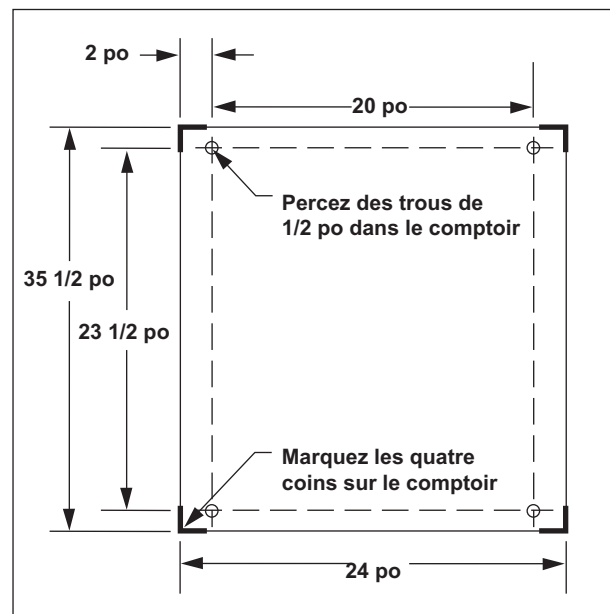

Figure 1
1. Placez le cuiseur à vapeur à l'emplacement voulu sur le comptoir et marquez les quatre coins. Retirez le cuiseur à vapeur et percez des trous de 1/2 po comme indiqué dans la figure 1.